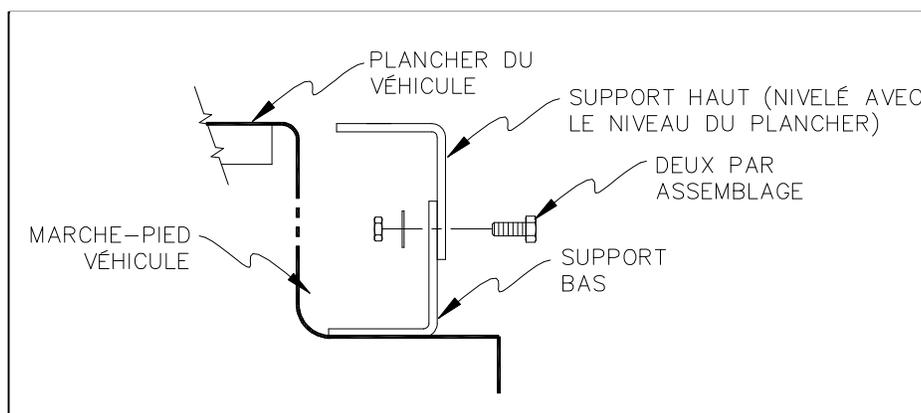

FIGURE 2-3: SUPPORT POUR MARCHE DE PORTE
- a. Référez à la **Figure 2-3**. Utilisez quatre boulons 2.5 cm X 9.5 mm, rondelles de 9.5mm, rondelles-autobloquantes de 9.5mm et écrous hexagones de 9.5mm pour assembler les deux ensembles du support.
NOTE: La partie supérieure du support doit chevaucher la portion inférieure. Référez à la **Figure 2-3**.